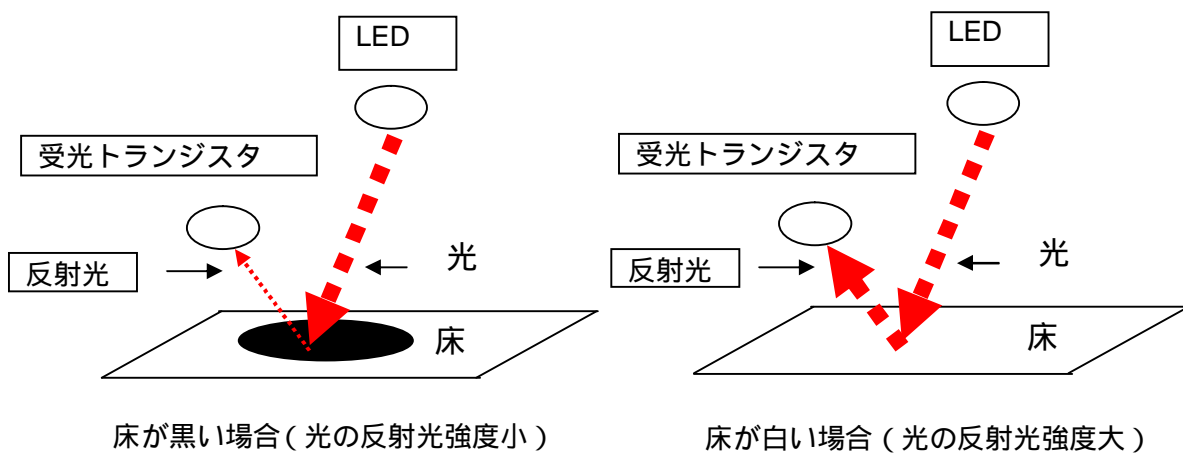

図 2.6 光センサによる床の色検出
(1)床の色が白い場合、黒い場合比べて光の反射光強度が大きくなり、受光トランジスタのインピーダンスは小さくなります。(図2.6光センサによる床検出参照)